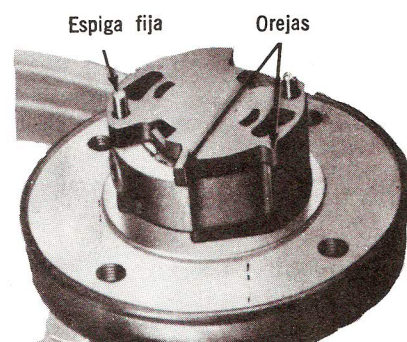

Fig. 35 — Instalación de Placa Superior de Presión.
11. Ponga la placa superior de presión con la cara que tiene la muesca achaflanada hacia abajo, contra el inserto de la leva. La espiga fija debe pasar por el agujero redondo y la espiga suelta por el agujero alargado. La ranura entre las orejas en el diámetro exterior de la placa de presión, debe hermanarse con la muesca en el inserto de la leva (Fig. 35).